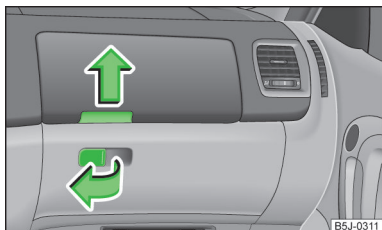

Fig. 79
- Trageți mânerul clapetei în sensul săgeții » fig. 79 și rabatați clapeta înspre în jos.